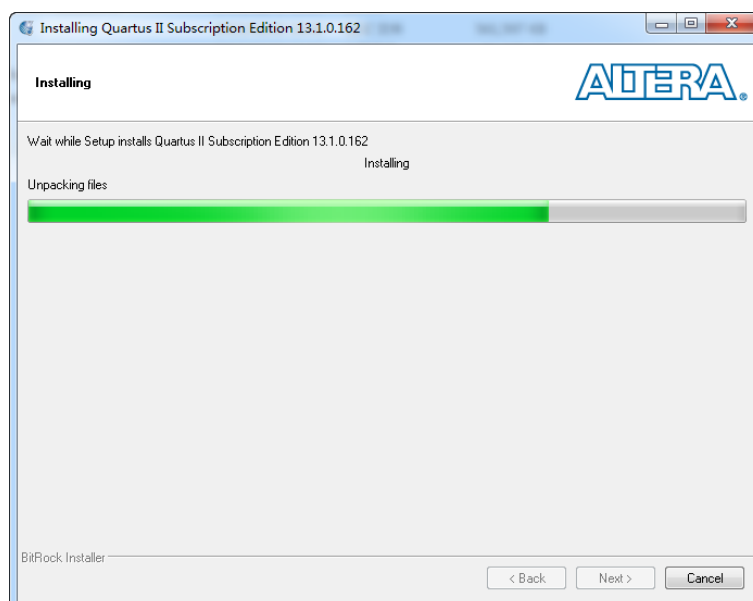

图 1-4 安装进度
4. 安装目录修改完成后，点击 **Next** 按钮进行 Quartus II 软件的安装。安装进度为 100%时 (图 1-4)，点击 **Finish** 按钮完成安装。